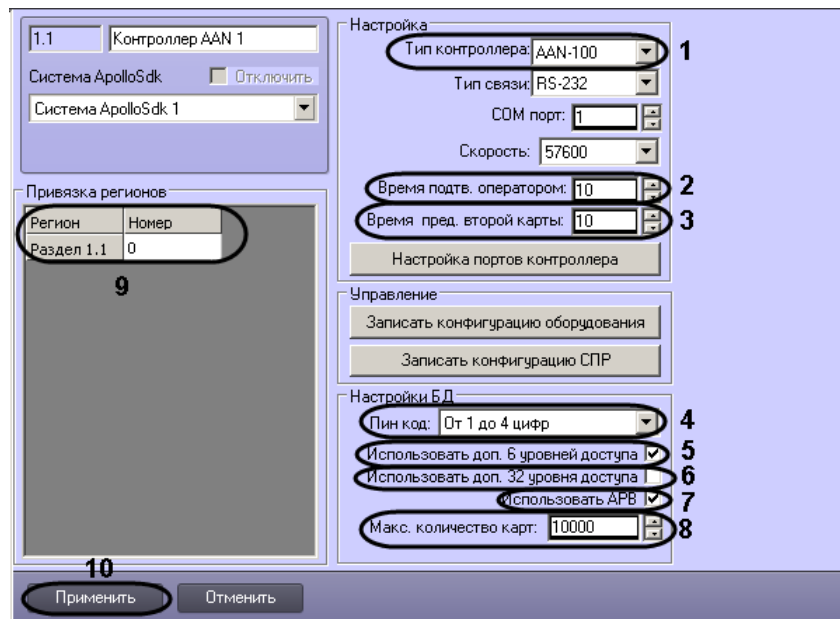

Рис. 3.3–4 Панель настроек объекта контроллер AAN
6. В поле **Время принятия решения оператором**: ввести время в секундах, которое отводится оператору на принятие решения по предоставлению или отказу в доступе (см. Рис. 3.3–4, 2).
7. В поле **Время предъявления второй карты**: ввести время в секундах, определяющее временной интервал между предъявлением первой и второй карты доступа, при превышении которого, доступ по второй карте предоставлен не будет (см. Рис. 3.3–4, 3).